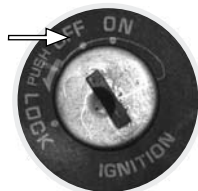

Imagen 36. Apagado de motor.
3. Girar el interruptor de encendido y bloqueo en posición de apagado **"OFF"**. Ver imagen 36.